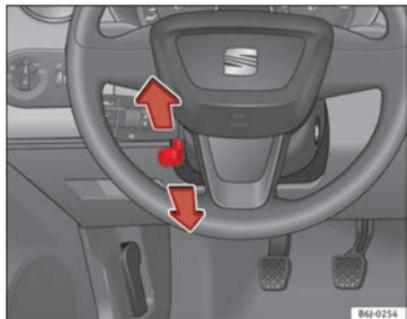

Fig. 96 Regolazione in altezza del volante
- Abbassare la leva ⇒ fig. 96 che si trova sotto il piantone dello sterzo ⇒ ⚠.
- Posizionare il volante nel modo desiderato ⇒ fig. 96.
- Regolare il sedile del conducente o la posizione del volante in modo tale che la distanza tra il volante stesso e lo sterzo del conducente sia di almeno 25 cm ⇒ fig. 96. Se la distanza minima non viene rispettata, l'efficacia del sistema degli airbag si riduce, con gravi rischi per l'incolumità delle persone (non escluso quello di morte).